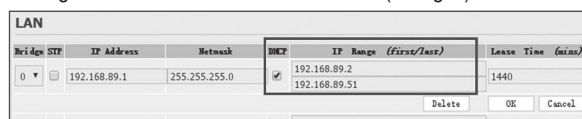

Fig. 2
5. Sørg for at DHCP funktionen er aktiveret. (Se Fig. 2)